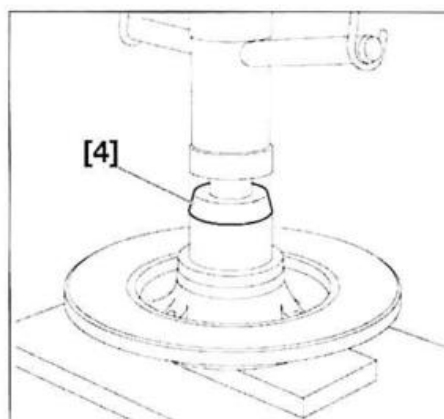

FIG. 32
- Colocar el útil [4] (eje guía ref. 9501-T.D5) (fig. 32).